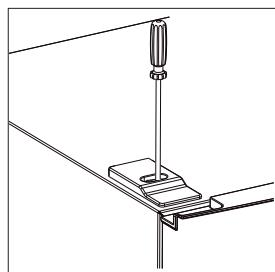

Rys. 4
- ▶ Zamontuj styk drzwiowy w osłonie zawiasu (27) dołączoną luzem do urządzenia, wciskając styk w osłonę (rys. 4). Odłóż osłonę zawiasu w bezpiecznym miejscu do późniejszego zastosowania.